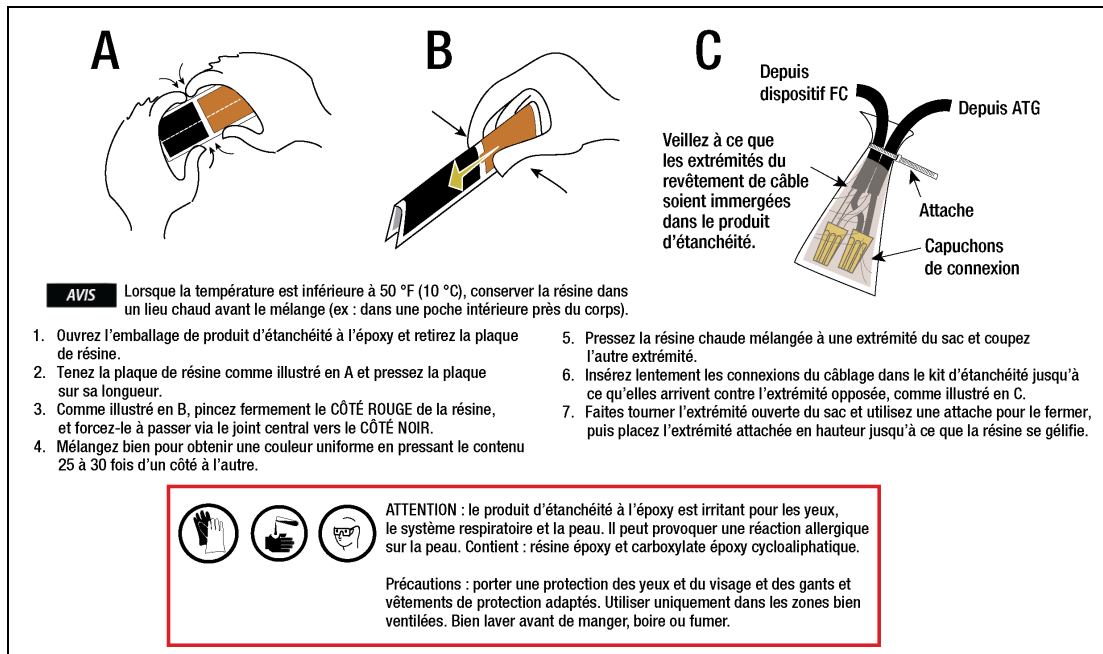

Figure 22. Scellement à l'époxy des raccordements sur le terrain du capteur de pression et de la sonde Mag
5. Scellez les connexions de chaque câble dans un kit d'étanchéité à l'époxy conformément aux instructions de la Figure 22. Placez les deux kits de câblage étanches dans le boîtier de raccordement SI. Réinstallez et vissez le couvercle du boîtier de raccordement.
- Scellez les connexions de chaque câble dans un kit d'étanchéité à l'époxy conformément aux instructions de la Figure 22. Placez les deux kits de câblage étanches dans le boîtier de raccordement SI. Réinstallez et vissez le couvercle du boîtier de raccordement.